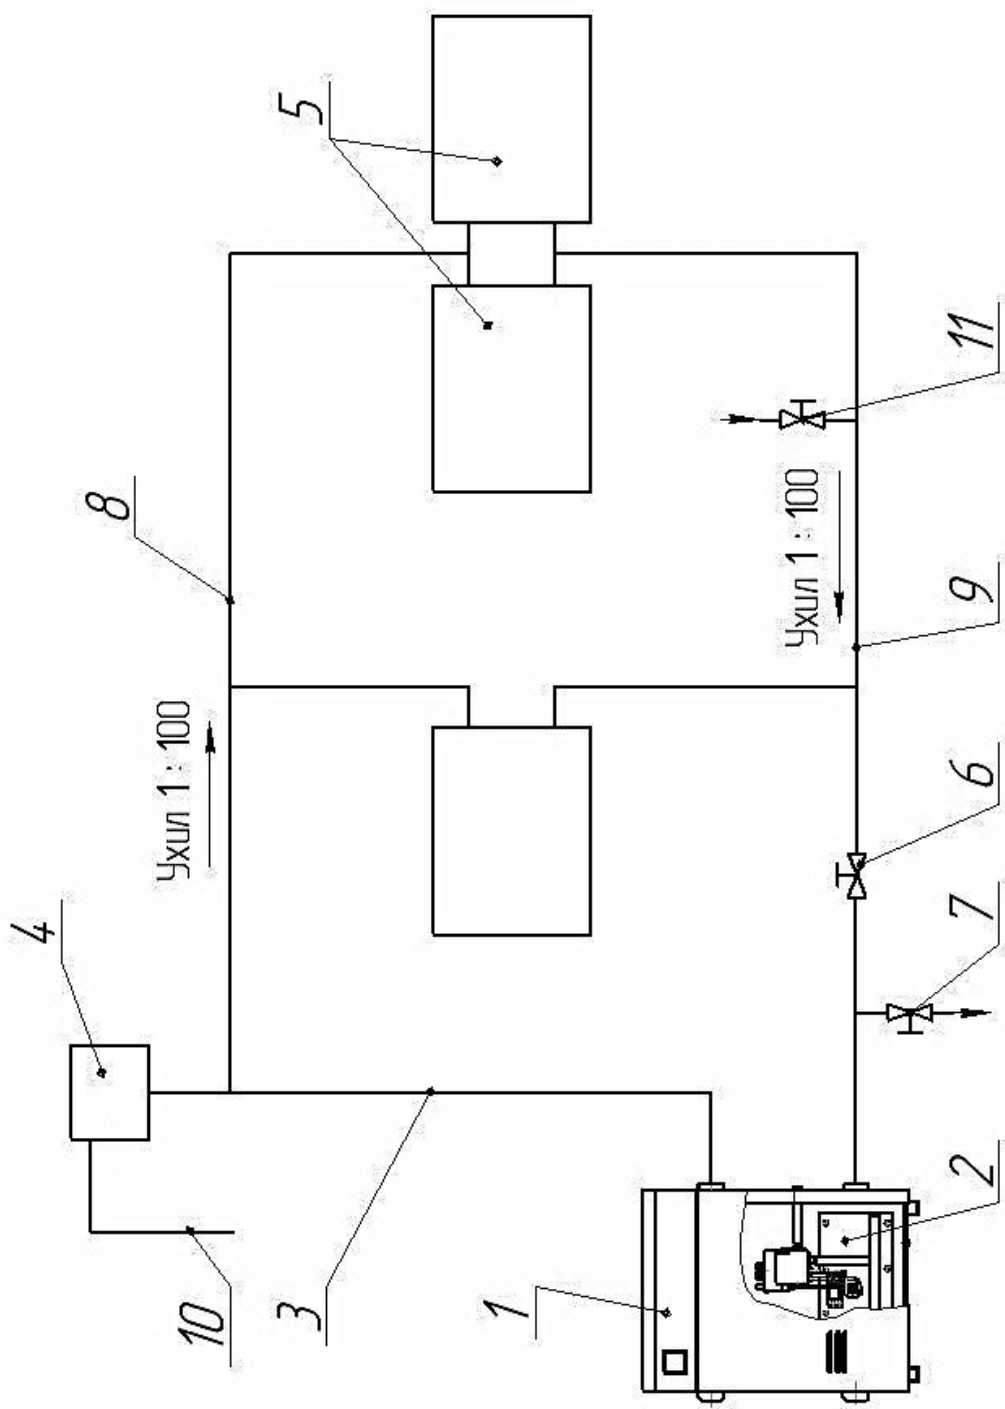

Рисунок 4 – Принципова схема підключення котла КС-Г до системи опалення з природною циркуляцією теплоносія
- перевірити, чи відкритий пробковий кран 6 (рисунок 4);
- за допомогою триходового крана 9 рис. 4а – від'єднати тепломережу;
5.5.1 В системі опалення обов’язкова наявність розширювального бака закритого або відкритого типу. В системах опалення відкритого типу розширювальний бак 4, згідно з рисунком 4, повинен бути розміщений у найвищій точці системи і встановлений в опалювальному приміщенні. При встановленні розширювального бака в приміщенні, що не опалюється, його необхідно утеплити, щоб уникнути замерзання. Місткість розширювального бака повинна бути менше 5% об’єму води системи опалення. В системах опалення закритого типу, крім розширювального баку 4 (рис. 4а), обов’язково установка манометра 2 та запобіжного клапану 10.
Рисунок 4а – Схема підключення котла до опалювальної системи з примусовою циркуляцією теплоносія
8.1.1 Наповнення закритої системи опалення, з примусовою циркуляцією теплоносія, потрібно виконувати за допомогою вентиля 15, згідно з рис. 4а, до появи в системі надлишкового тиску 0,08 ... 0,1МПа (0,8 ... 1кгс/см2) на шкалі манометра 2, при робочій температурі теплоносія. Наявність в закритій системі запобіжного клапана 10 налаштованого на тиск 0,2 ... 0,25МПа (2 ... 2,5кгс/см2) – **обов'язкова**.